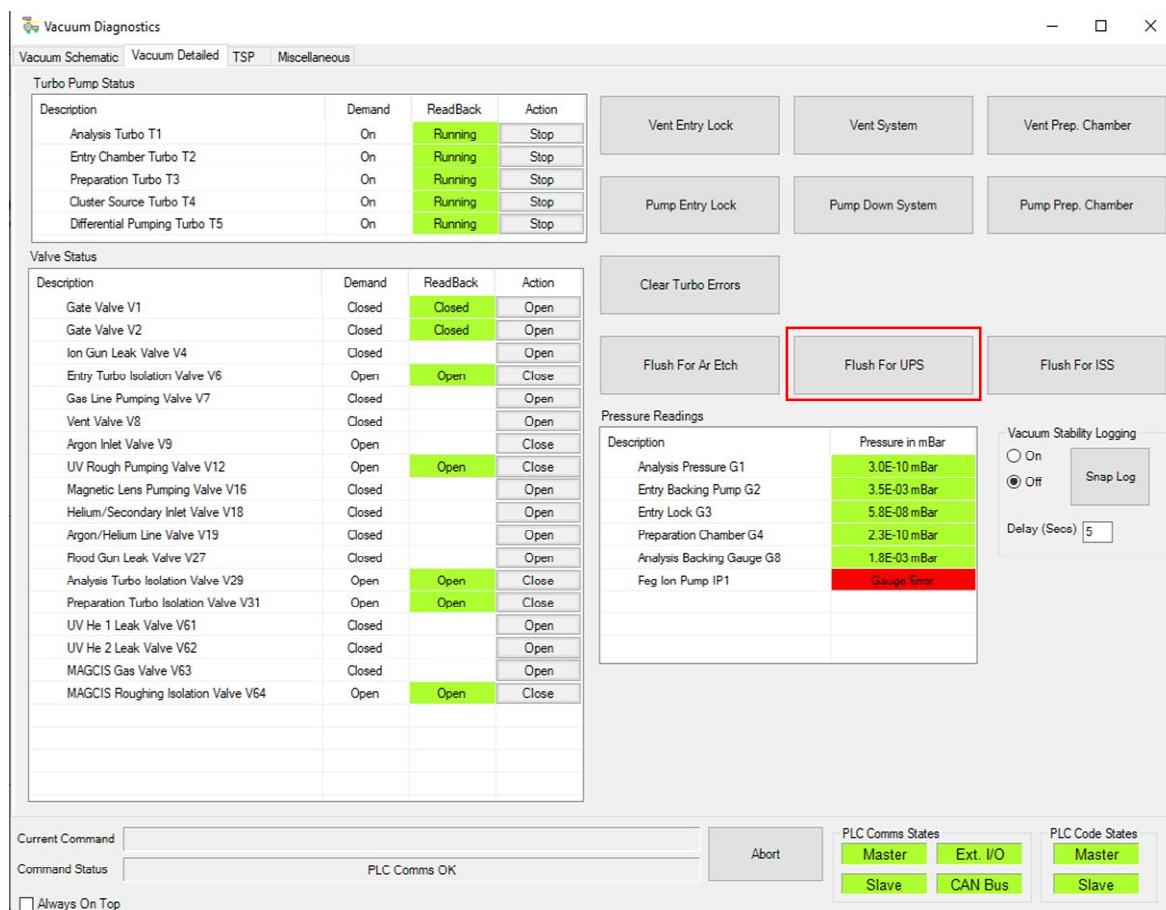
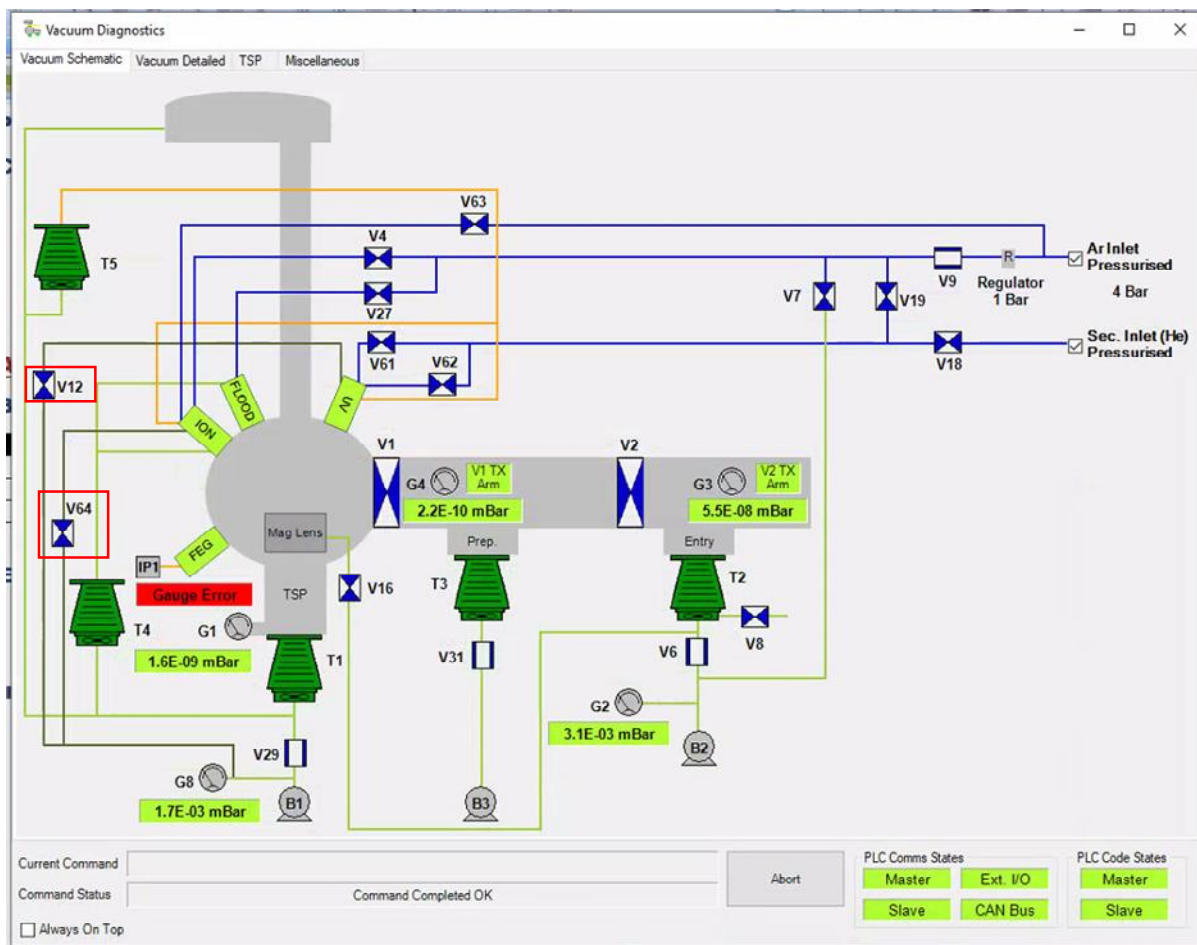

图 25 UPS 气路清洗操作示意图
图 27 V12、V64 位置标注图
(6) 运行“Sample Details---Vacuum Detailed---Flush For UPS”, 如图 25 所示。
(7) 单独运行 Mono 500um 下 Au 标样的 Depth Profile 程序, 清除表面污染物, 为后续费米边和功函数的测试做准备。
(8) 单独运行 UV Source bias-10V 下所有程序。
(9) 单独运行 UV Source 下所有程序。
(11) 运行 Gun Shutdown #005, 关闭 UV Source。
(12) 简单判断样品价带谱和功函数测试情况, 若功函数偏小较多, 可能是由于样品表面污染导致, 则选择合适的表面清洁条件, 对样品表面清洁后, 再进行价带谱和功函数的测试。
(13) 在“Sample Details---Vacuum Detailed”界面中, 分别点击 V12、V64, 弹出对话框点 Yes。如图 27 所示。
(14) 测试完成, 将样品传出真空系统。